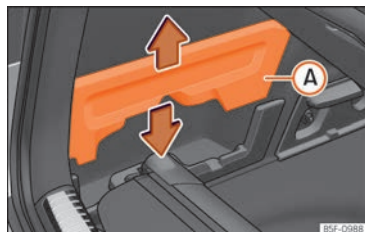

Fig. 177 En el maletero: alojamiento para guardar la bandeja enrollable.
- Extraiga las tapas » fig. 177 A izquierda y derecha.